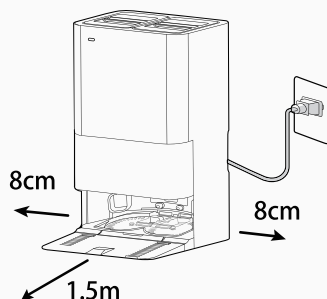

Fig. 3
3. Placera dockningsstationen på ett plant icke-reflekterande golv, helst mot en vägg. Om golvytan är för reflekterande kommer det störa robotens navigeringssystem och den kan ha svårigheter att hitta dockningsstationen. Se till att det finns minst 8 cm utrymme på båda sidor och minst 1,5 m fritt utrymme framför [Fig. 3]